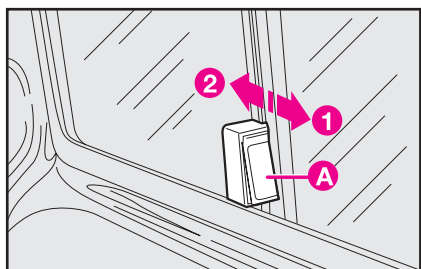

рис. 102
1) Нажмите кнопку **A** (рис. 102) и удерживайте, чтобы можно было передвигать окно.